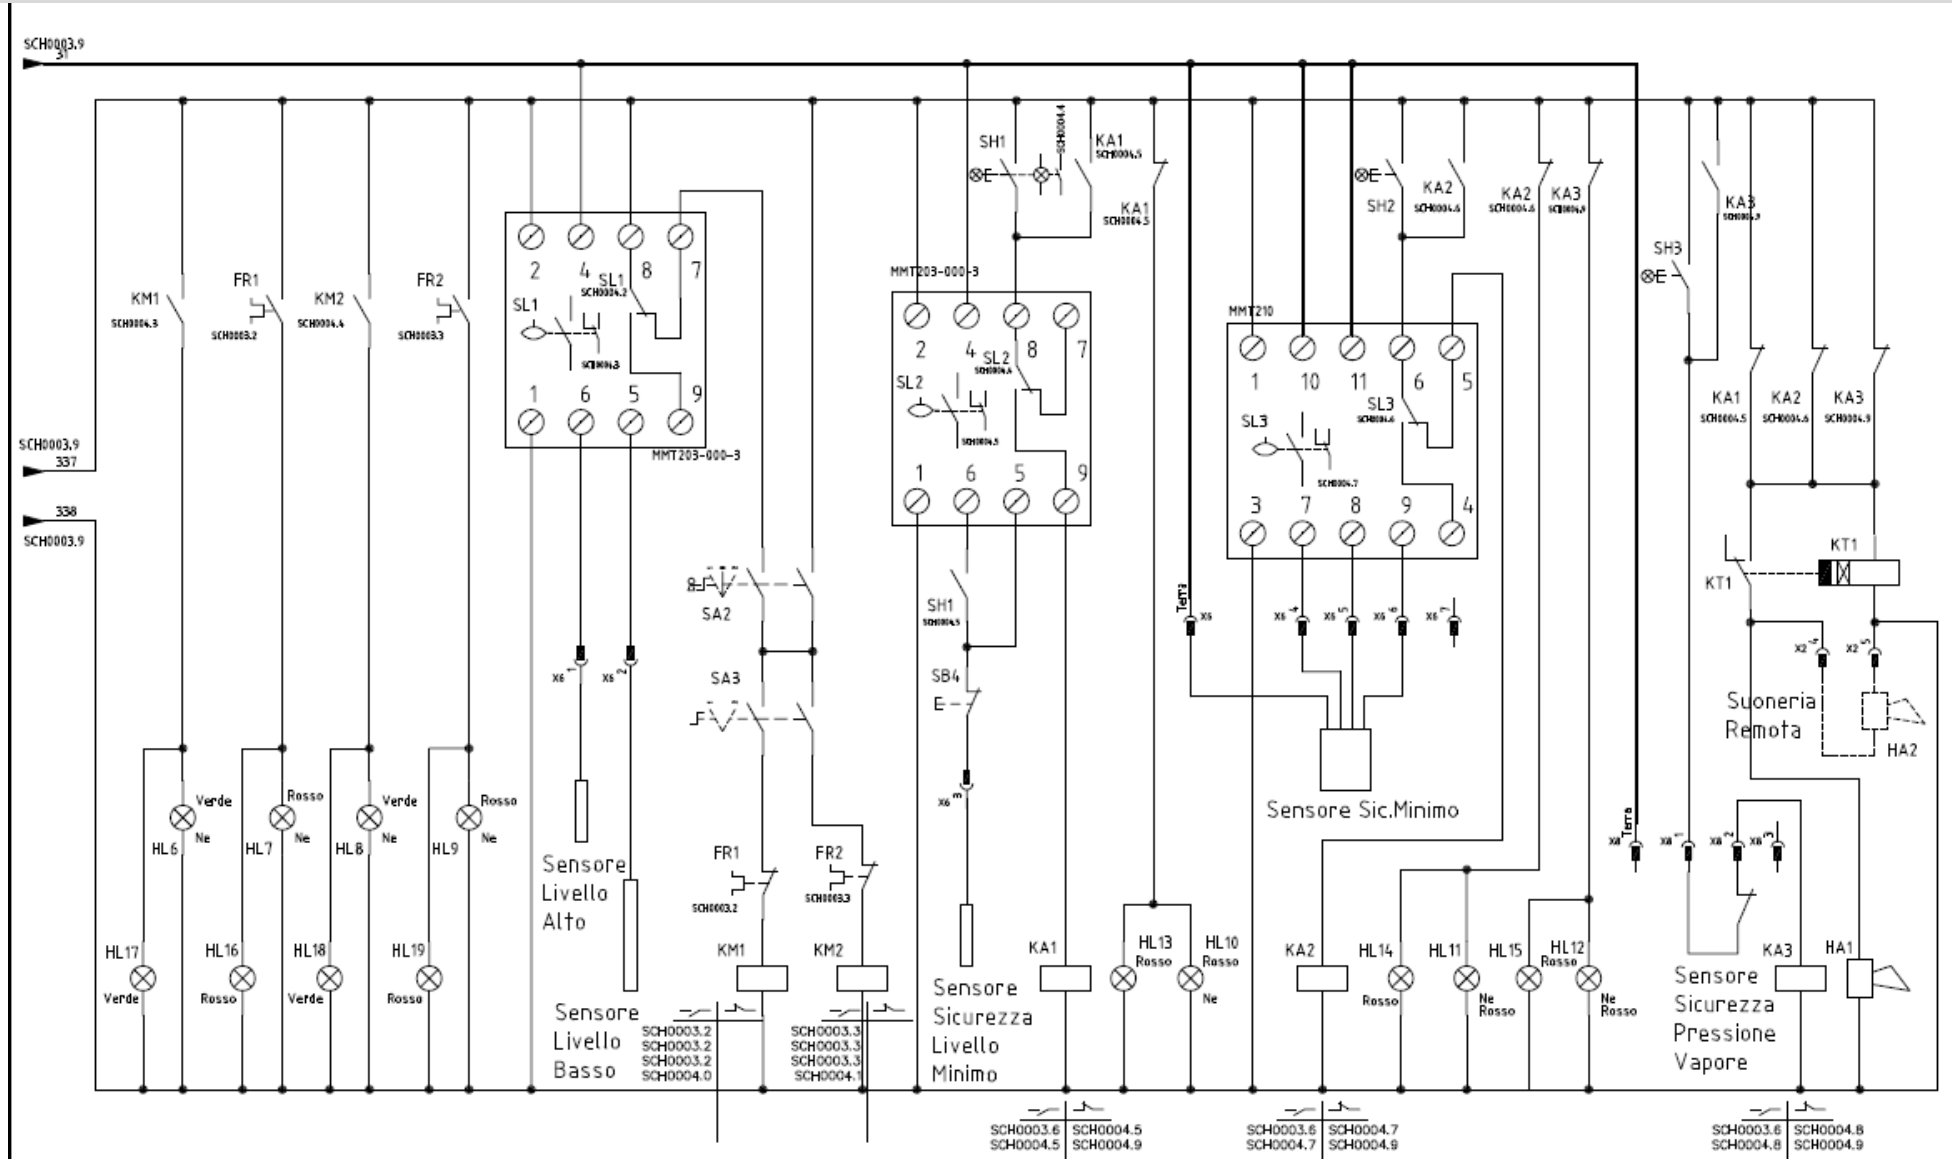

Рисунок 4
- снять крышку реле давления и повернуть регулировочный диск шкалы (3) до значения, определенного на основании графика на рисунке 4 на стр. 11 и соответствующему желаемому дифференциалу; значение шкалы (2) + дифференциал – давление при котором реле останавливает работу горелки.
- дифференциальный диск (3) должен быть установлен в соответствии с графиком на рис. 4